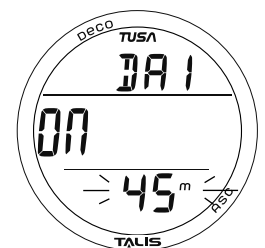

Abb. 93 - TIEFENALARM EINSTELLEN
**DA1 einstellen**, Informationen beinhalten (Abb. 93):